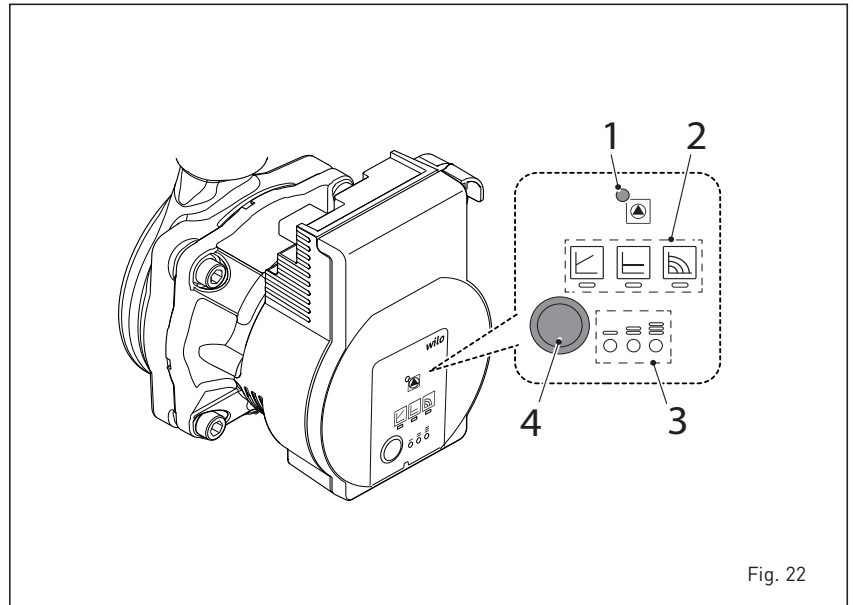

Fig. 22
4.6.6 BOMBA DE ALTA EFICIENCIA (fig. 22)